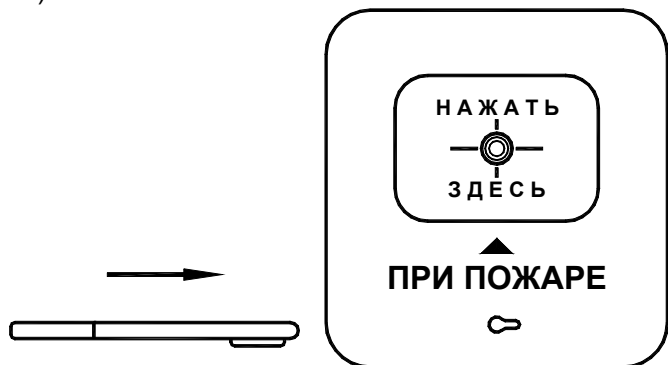

Рис. 1.
Схема шлейфа формирования при подключении извещателя ИПР 513-2 "АГАТ" P1 выглядит аналогично схеме, приведенной на рис. 1.
1. Вставьте специальный ключ 8 в отверстие 6 (см. Приложение 1 и рис. 1).